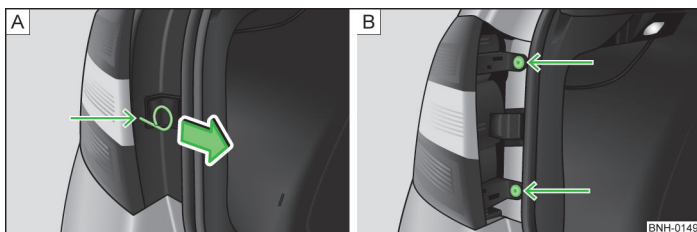

Fig. 178 Capacul/demontarea lămpii
- Etrierul pentru extragerea capacelor integrale de roți » pagina 178, *Trusa de scule* se introduce în orificiu, în locul marcat cu săgeți » [fig. 178 - \[A\]](#).
- Extrageți capacul în sensul săgeții » [fig. 178 - \[A\]](#).
- Deșurubați lampa folosind șurubelnița din trusa de bord » [fig. 178 - \[B\]](#).